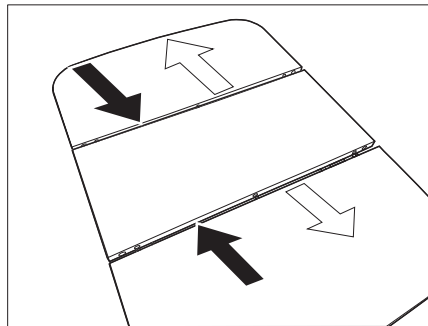

Bild 104 Tisch absenken
- Die Außenteile des Tisches auf das Mittelteil schieben (Bild 104 - schwarze Pfeile).
- Die Außenteile des Tisches auseinander ziehen (Bild 104 - weiße Pfeile).